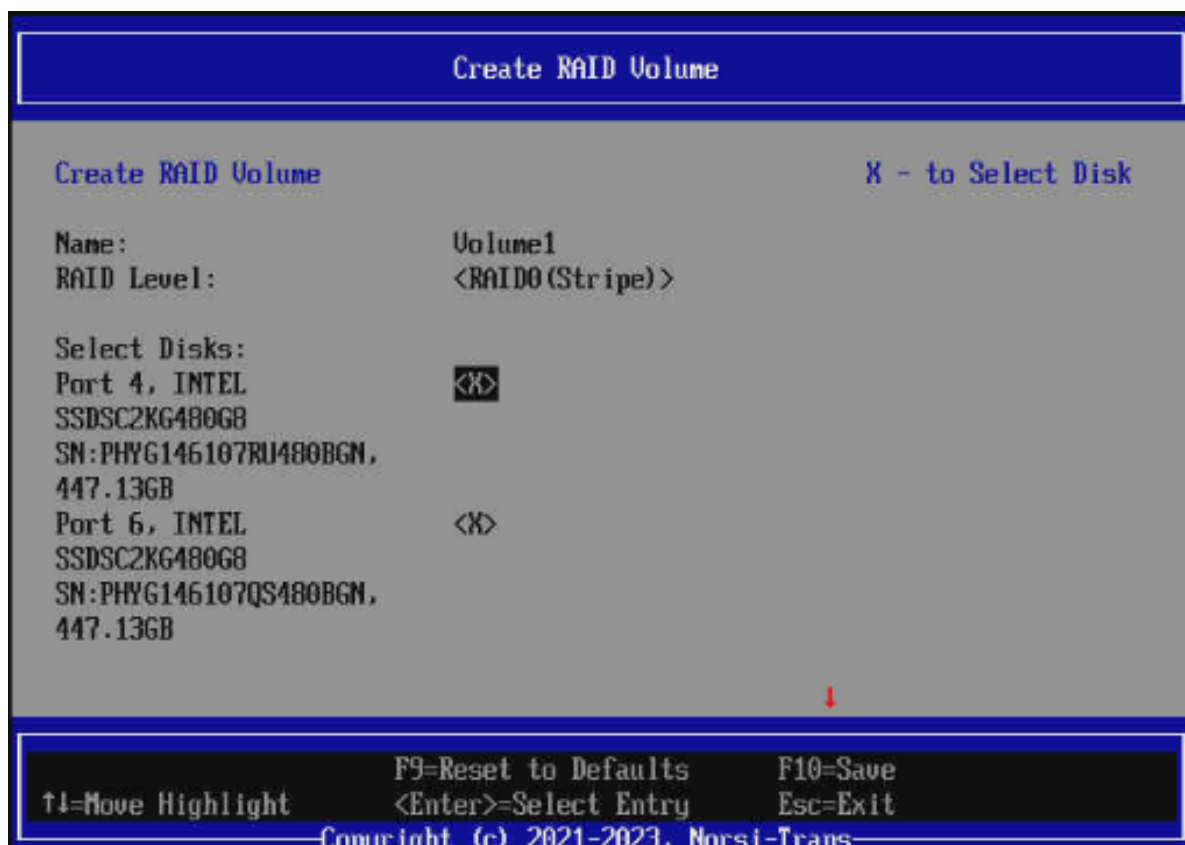

Рис. 75. Меню Create RAID Volume
- 6) Выбираем нужные HDD для массива. Окно показано на рис. 75 Меню Create RAID Volume